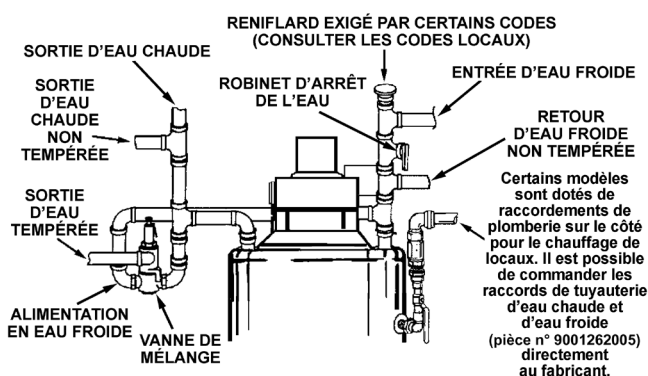

FIGURE 3
4. Si le chauffage des locaux exige une température d'eau supérieure à celle de l'eau potable, il faut installer une vanne de mélange. La figure 3 présente la disposition suggérée de la tuyauterie.